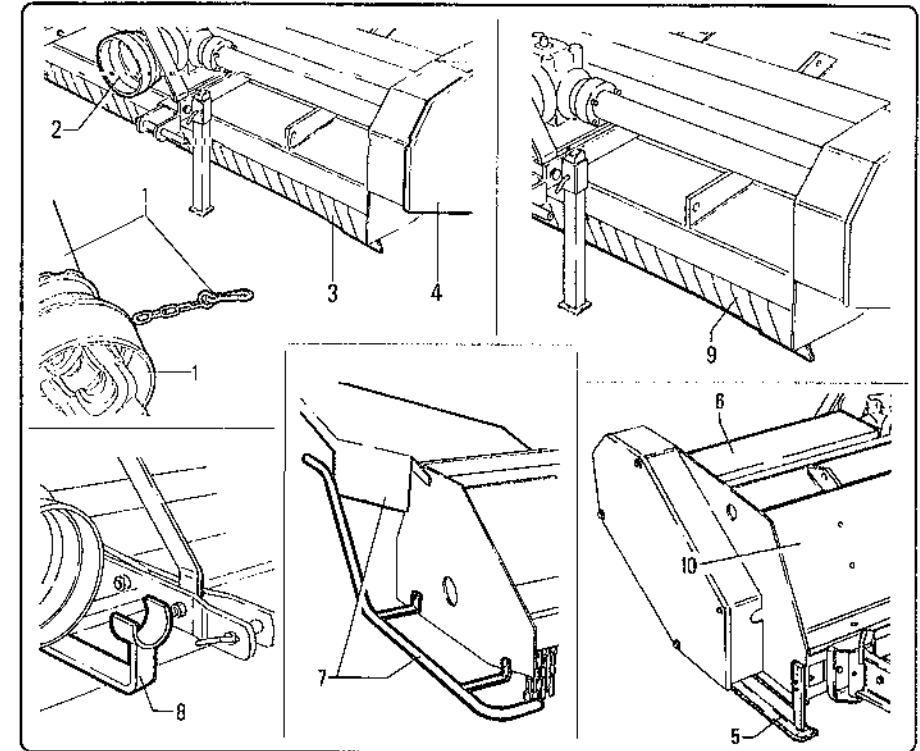

fig. 1.4.1
- Legenda dispositivi di sicurezza (fig. 1.4.1).